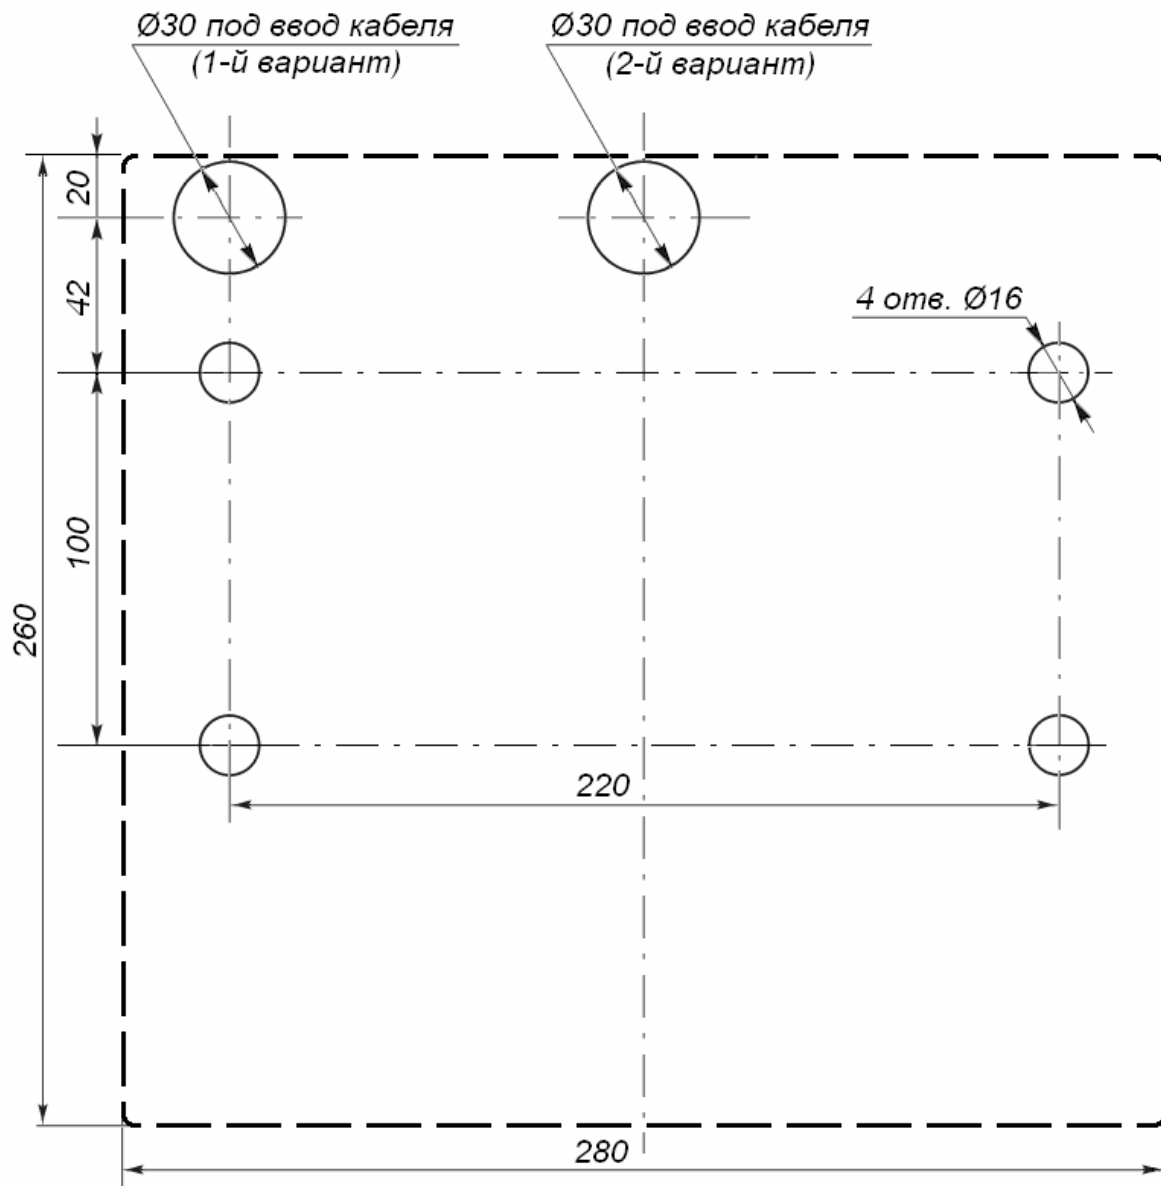

Рисунок 9 Разметка отверстий в полу под крепление стойки турникета и отверстия для ввода кабелей (пунктиром показаны габариты основания турникета)
2. Подготовьте в полу отверстия под гильзы анкеров (13) для крепления стойки турникета (см. рисунок 9) и кабельные каналы согласно планировке проходной. При необходимости прокладки кабелей под поверхность пола подготовьте в полу кабельный канал, подходящий к отверстиям для ввода этих кабелей в стойку турникета (вариант 1 или 2 на рисунке 9).